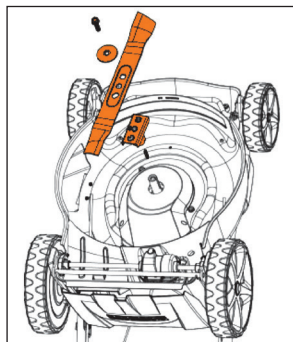

Рис. 23
- Для замены ножа (Рис. 23) слейте топливо и масло из газонокосилки и плавно поставьте ее на задние колеса переводя ее в вертикальное положение.